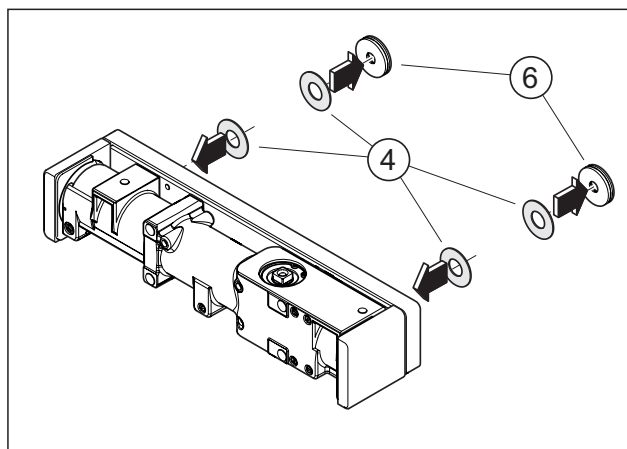

Abb. 9 Die Zwischenlagen als Glasschutz anbringen
1. Die Zwischenlagen als Glasschutz an die Trageplatte und die Systemfixierer anbringen (Abb. 9).